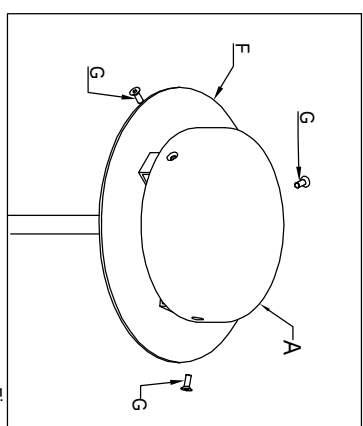

Fig. 2
- Fissare la staffa inferiore (F) al rosone (A) utilizzando le viti (G) (Fig. 2).
- Fix the particular (F) on the ceiling rose (A) using screw (G) (Fig. 2).